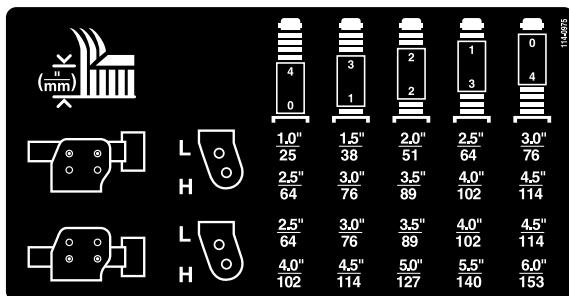

Figura 26
3. Coloque los ejes de las ruedas giratorias en los mismos taladros en todas las horquillas; consulte en la tabla (Figura 26) los taladros correctos para el ajuste de la altura de corte.